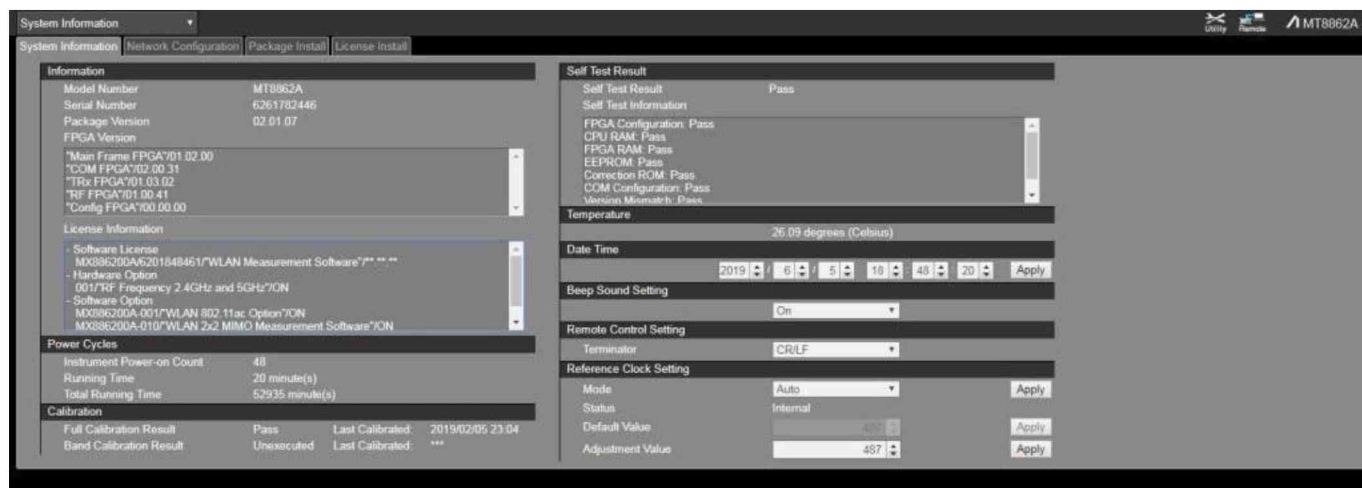

Рисунок 7.1.1
7.2.1 В окне “System Information” (рисунок 7.1.1) установить в поле “Reference Clock Settings” (рисунок 7.2) состояние синхронизации на внутренний опорный генератор (Internal).